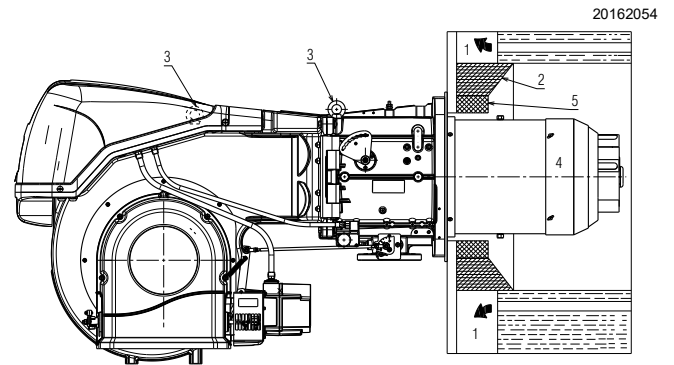

Fig. 15
Pour les chaudières avec circulation des fumées sur l'avant 1)(Fig. 15 à la page 17), ou avec chambre à inversion de flamme, réaliser une protection en matériau réfractaire 5), entre le réfractaire de la chaudière 2) et l'embout gueulard 4).
Pour les chaudières avec la partie avant refroidie avec de l'eau, le revêtement réfractaire 2)-5)(Fig. 15 à la page 17), n'est pas nécessaire, sauf demande expresse du fabricant de la chaudière.
Prédisposer un système de levage adapté du brûleur en s'accrochant aux anneaux 3)(Fig. 15).
- Introduire la protection thermique fournie sur l'embout 4)(Fig. 15).